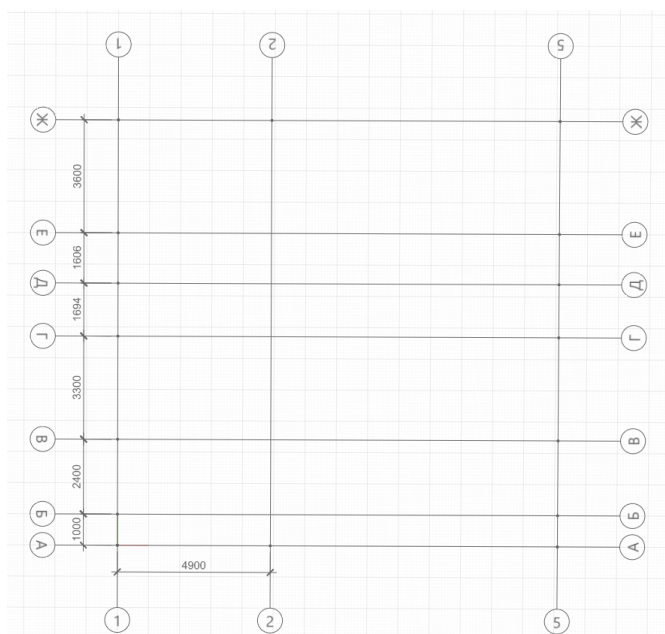

Рис. 18 Построение оси 2
11. Построим ось 2 на расстоянии 4900 мм от оси 1 при помощи привязки (рис. 18)